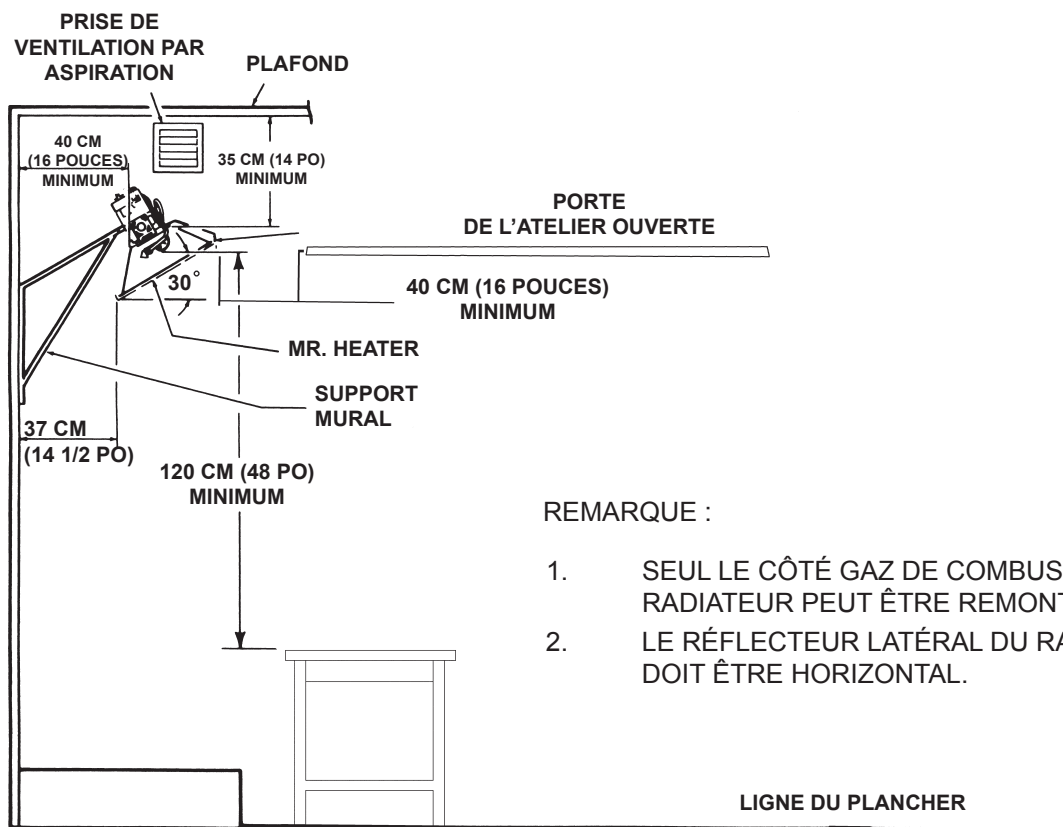

Figure 2. Distances entre l'installation et les surfaces combustibles
Conserver les écarts indiqués à la figure 2 ou sur la plaque signalétique du radiateur.
⚠ AVERTISSEMENT : Respectez les distances indiquées à la figure 2 ou sur la plaque signalétique du radiateur.
- Les distances minimales par rapport aux surfaces combustibles sont illustrées à la figure 2 et dans le tableau 3. Comme il est indiqué à la figure 2, le devant du radiateur est installé à la distance minimale requise des surfaces combustibles et orienté vers l'espace ouvert, et les autres côtés doivent être éloignés d'au moins 40 cm (16 pouces) des surfaces combustibles.